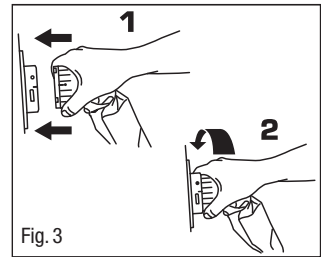

Fig. 3
5. Fastgør luftslangen til strømforsyningen ved at flugte den sorte streg på luftslangens forbindelsesled med den sorte streg på stikket til strømforsyningen og skub dem derefter mod hinanden. Drej madrassens slangeforbindelsesled med uret indtil den grønne indikator kommer til syne i indikatoråbningen på strømforsyningens forbindelsesled. (Fig. 3).